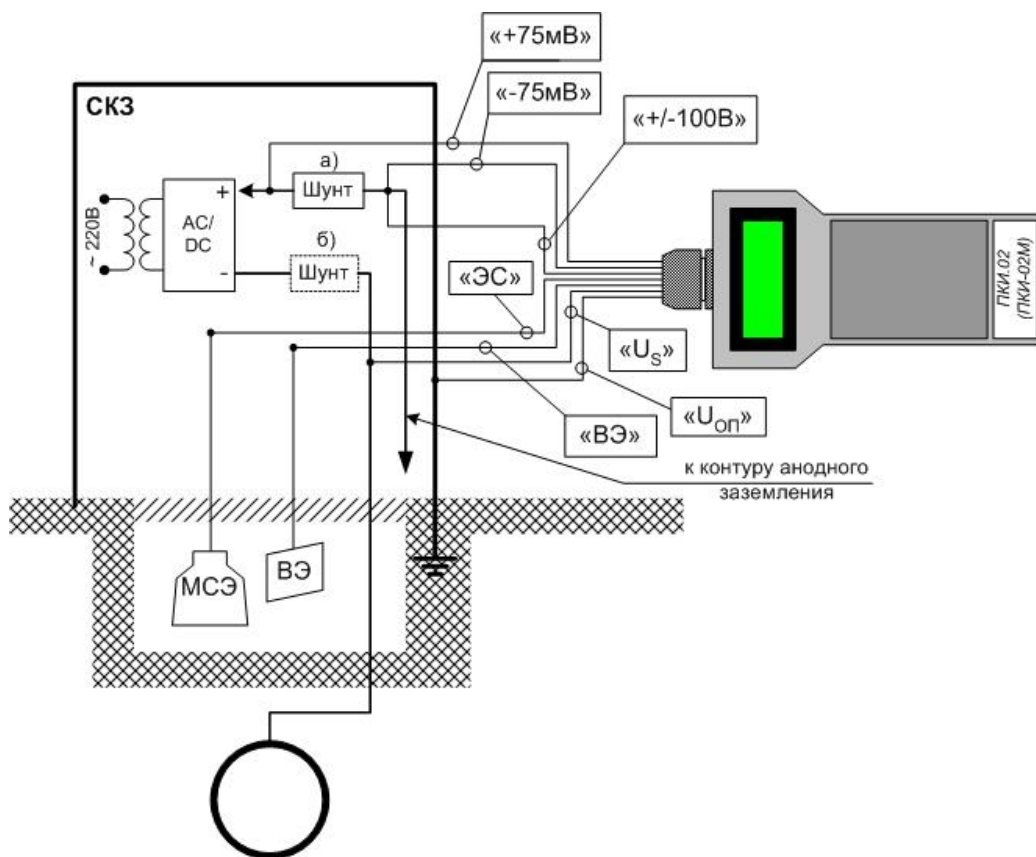

Рис.9. Схема подключения ПКИ-02М к СКЗ и вспомогательным электродам
7.4. При необходимости проведения одновременных измерений по всем 4-м каналам, подключите зажимы соединительного кабеля КС1-1 к точкам измерения параметров установки защиты (СКЗ) и вспомогательным электродам (**ВЭ**, **МСЭ**) в соответствии с Рис.9. Подключение зажимов кабеля КС1-1 производить, начиная с зажима «ЭС». Измерение по каналу «± 100В» может производиться и относительно одного общего с каналом «U_S» электрода («ЭС»).